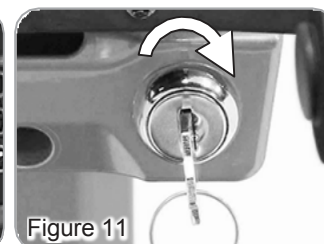

Figure 11
- Tournez la clé dans le sens des aiguilles d'une montre pour allumer, dans le sens contraire pour éteindre (figure 11).